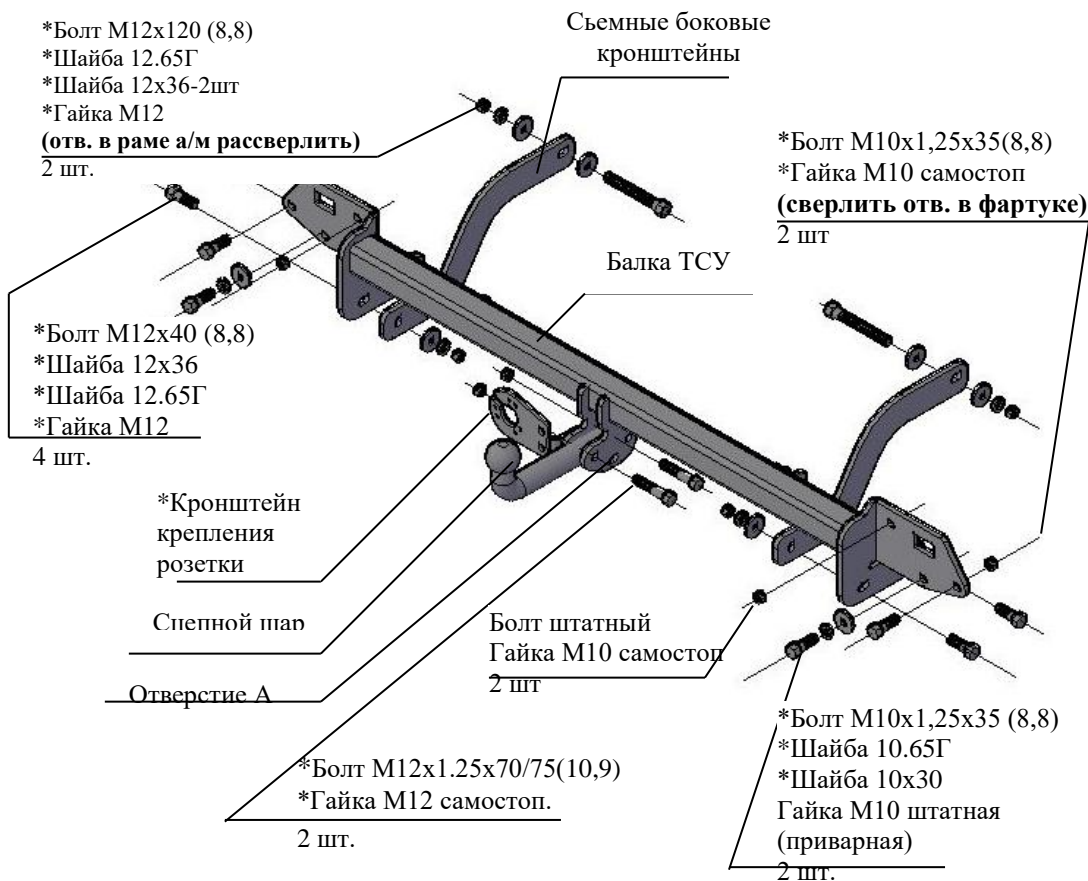

Рис.1 Тягово-цепное устройство ТСУ 9620
2.1 ТСУ 9620 в сборе (рис.1)	1 шт.
2.2 Пакет с комплектующими (см. рис.1) Защитный колпак	1 шт+1 шт.
4.2 Установить балку ТСУ, закрепив ее к фартуку а/м болтами М10х1,25х35, гайками М10 самостоп (под головки 2-х болтов подложить шайбы гроверные 10.65Г и шайбы 10х30), используя в том числе болты и гайки штатные (для крайних болтов в фартуке а/м сверлить отверстия) (см.рис.1).
гайками М12, (под гайки подложить шайбы гроверные 12.65Г и шайбы 12х36) (см.рис.1). Крепеж не затягивать.